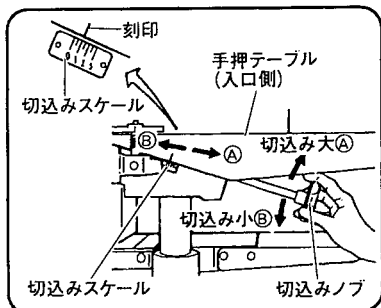

図 11
(1) 手押テーブル（入口側）の刻印が示す切込みスケールの寸法が切込み量となります。
(2) 切込みノブを (A) 方向にまわすと切込み量が多くなり、(B) 方向にまわすと切込み量が少なくなります。（図 11）